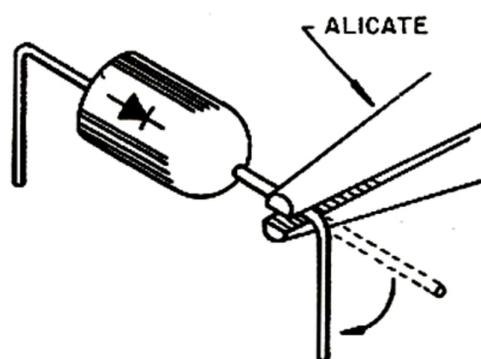

Figura 8
- 4 - Coloque na posição correta os diodos D_1 e D_2 (BYX10). A orientação do símbolo impresso no corpo do diodo deve coincidir com a do símbolo existente na face isolante da placa da fiação. Dobre os terminais no tamanho necessário (veja a distância entre os orifícios). Para dobrar, segure o terminal com um alicate entre o corpo do diodo e o ponto da dobra (ver figura 8). Ao soldar, mantenha o alicate firmemente apertado nessa posição, para dissipar o calor. (Omita esta etapa se quiser alimentar o amplificador somente através de pilhas).